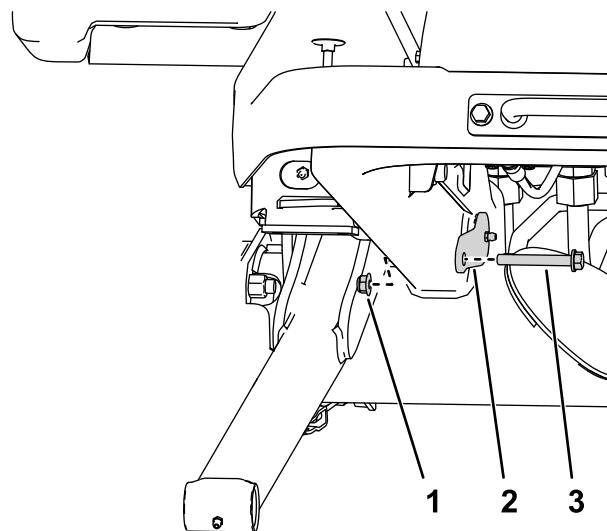

Figura 11
- Fixai tiftul mare pe braul de ridicare folosind o pereche de piulie i uruburi, aa cum se arată în Figura 11.